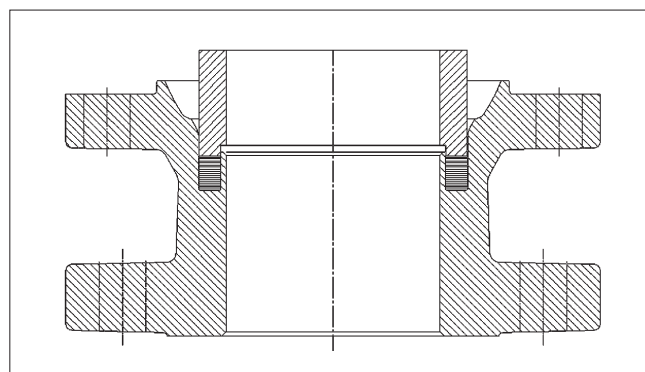

Fig. 23 Compression de siège J
- Mettre en place l'outil presseur du joint de siège au sommet de l'empilement de joints comme indiqué sur la figure 23.